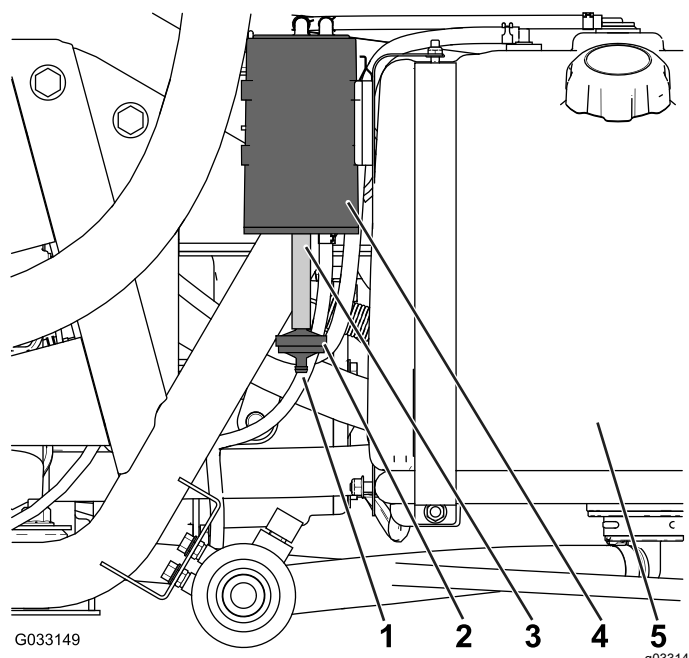

图 48
检查碳罐空气过滤器底部的开口确保开口清洁且没有任何杂物和障碍图 48。
1. 从碳罐底部的软管拆下碳罐过滤器的宝塔接头然后取出过滤器图 48。